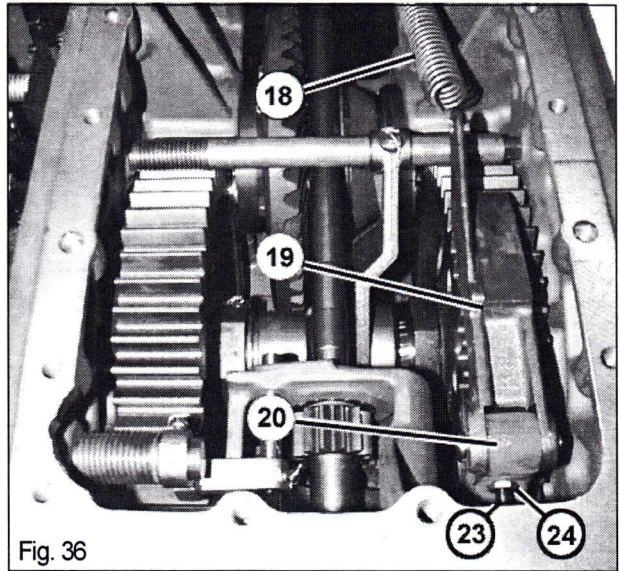

Fig. 36
- Indstil betjeningsgrebene (19) og (20) (Fig. 36).
- Indstil bolten (36) til afstanden.